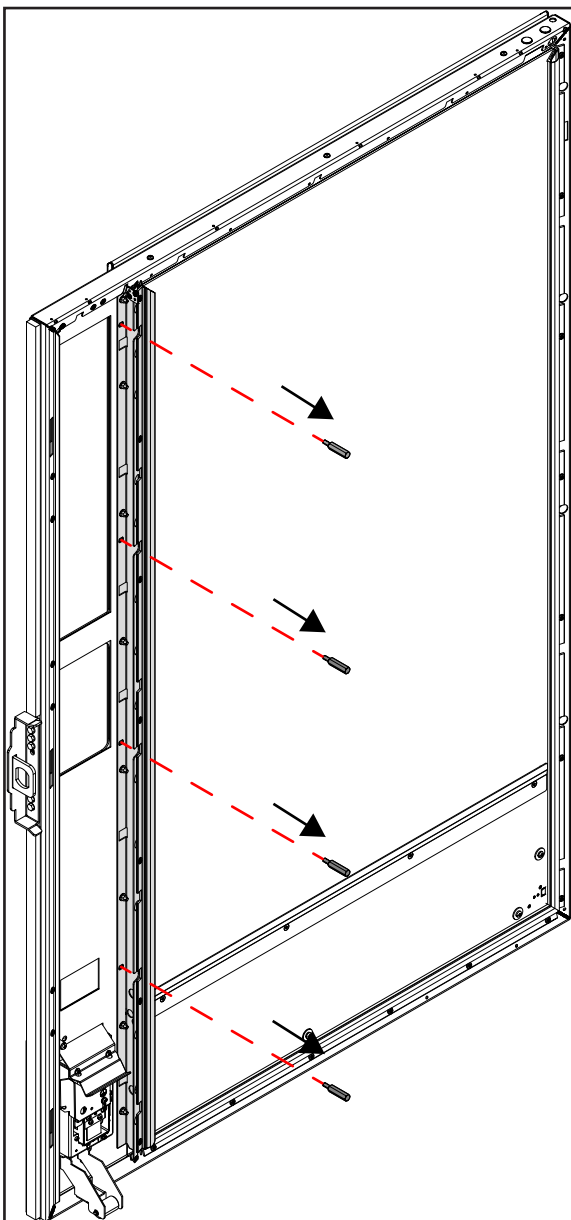

Bild 7
3. 4x Sechskant-Schraubbolzen SW 10 demontieren (Bild 7+8)